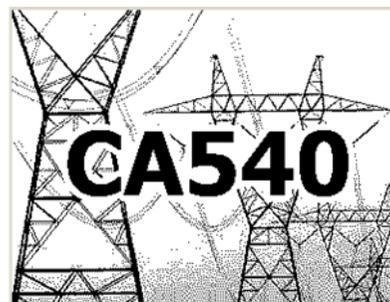
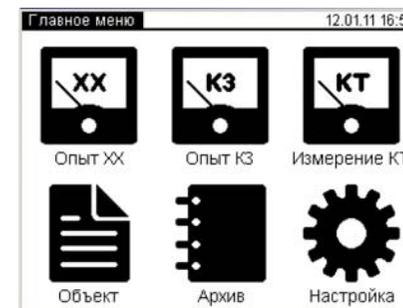

Рисунок 6.2
Рисунок 6.3
2) Установить выключатели "СЕТЬ", размещенные на передней панели Блока измерительного и на Блоке сопряжения универсальном, в положение "I". На экране БУ появится изображение (рисунок 6.2).
3) Перейти в окно "Главное меню", для чего нажать в любом месте экрана БУ (рисунок 6.2). На экране появится окно "Главное меню" (рисунок 6.3).
редней панели Блока измерительного и на Блоке сопряжения универсальном, в положение "I". На экране БУ появится изображение (рисунок 6.2).
3) Перейти в окно "Главное меню", для чего нажать в любом месте экрана БУ (рисунок 6.2). На экране появится окно "Главное меню" (рисунок 6.3)